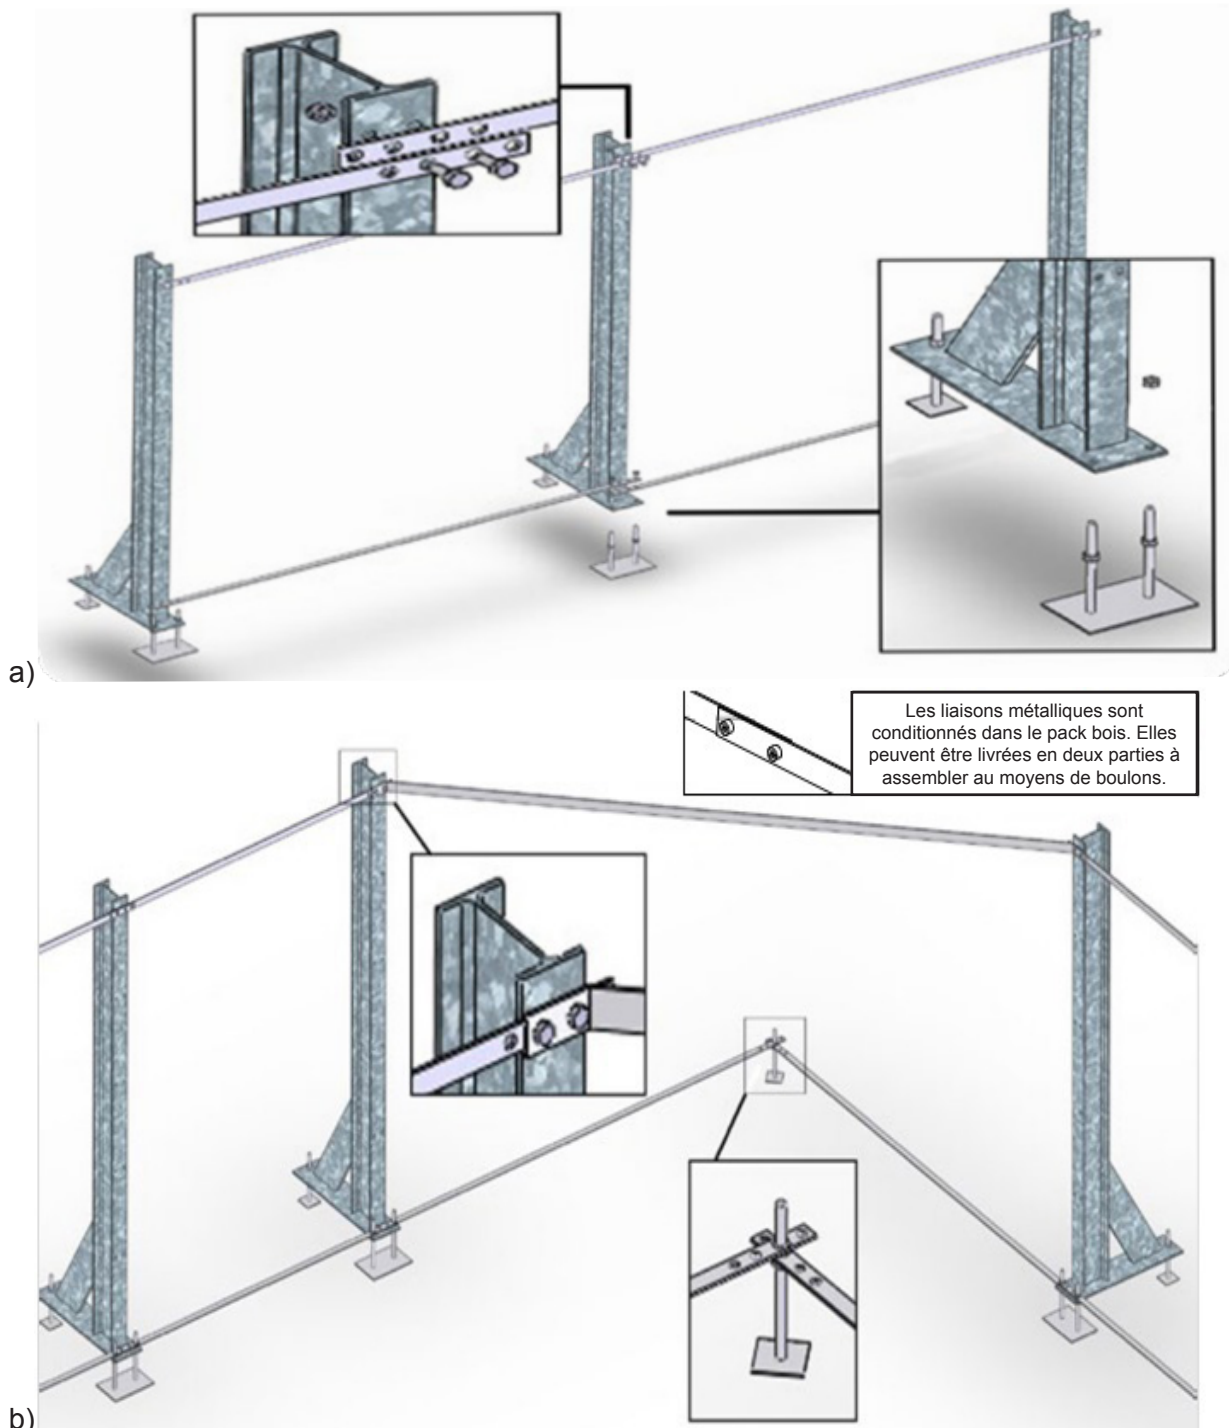

Figure 3 – a et b – Assemblage des liaisons sur les jambes de force
La structure métallique de renfort est constituée de poteaux maintenus entre eux par des plats en partie basse ainsi qu'en partie haute (Figure 3). Observez comment ces pièces se chevauchent afin de permettre le bon positionnement de la structure. Les liaisons hautes seront démontées une fois la dalle coulée.
Installez les jambes de force dans chacun des 8 emplacements, après les avoir pré-équipés de vérins (Figure 3). Utilisez 8 vérins doubles et 12 vérins simples ainsi que 56 écrous de diamètre 10 mm (sachet A), les écrous du dessus étant à monter après réglage de la hauteur des écrous du dessous.
Ces poteaux sont reliés entre eux en partie basse par 12 plats (B) de 1,6 m verrouillés en 2 points L'écart entre chaque poteau est déterminé par ces plats : il doit être de 1,5 m. En partie haute, ils sont reliés par 4 plats (B) de 1,6 m (identiques aux plats de liaison en partie basse) et par 4 plats (C) de 2,253 m dans les angles (visserie du sachet X, voir à la *Figure 3*).
Les plats possèdent à leurs extrémités quatre perçages. En partie basse, on utilisera les perçages extérieurs pour les fixer, alors qu'en partie haute on utilisera les perçages intérieurs (*Figure 3*).